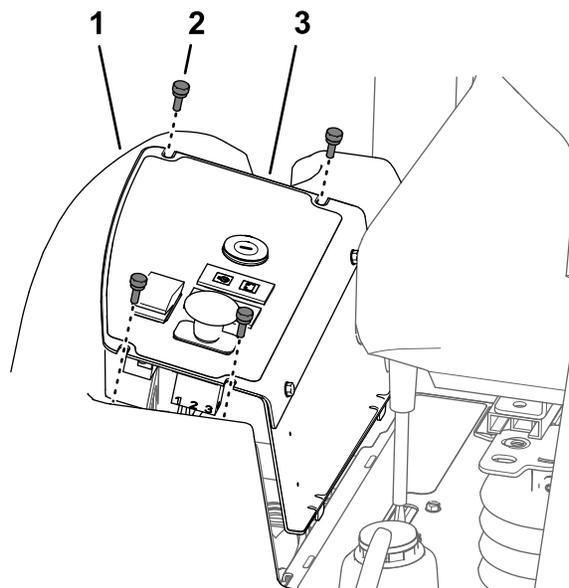

Figura 55
1. Retire os 4 parafusos que fixam a placa de controlo ao depósito de combustível (Figura 55).
2. Levante a placa do painel de controlo (Figura 55).
3. Alinhe as ranhuras no topo da placa do painel de controlo com os orifícios na flange do depósito de combustível (Figura 55).
4. Monte a placa do painel de controlo na flange do depósito de combustível com os quatro parafusos (Figura 55) que removeu no passo 1 de Remoção da placa do painel de controlo (página 52).